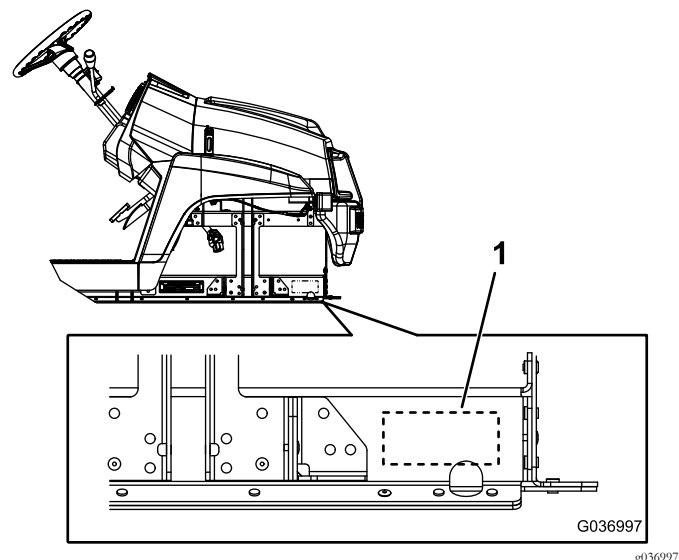

Figura 10
2. Coloque o número de série na máquina no local que se mostra em Figura 10.